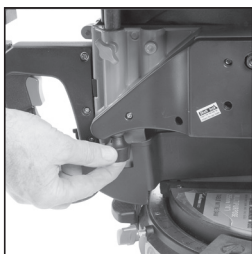

FIG. 18
- Ruotare la vite di regolazione dell'altezza (**Fig. 18**) in senso orario o antiorario fino a quando la lama della sega non sporge dalla tavola quanto si desidera.